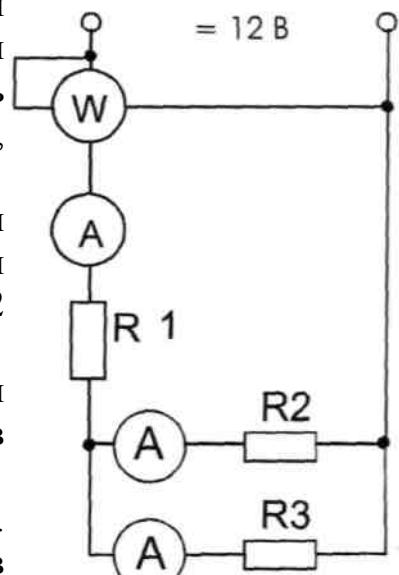

Рис. 1.2.2
3.3. Собрать линейную цепь со смешанным соединением резисторов (рис. 1.2.2). Установить заданные значения резисторов  $R_1$ ,  $R_2$  и  $R_3$ . Включить питание и измерить напряжения и токи на всех участках цепи, мощность, потребляемую цепью. Результаты занести в табл. 1.2.1.